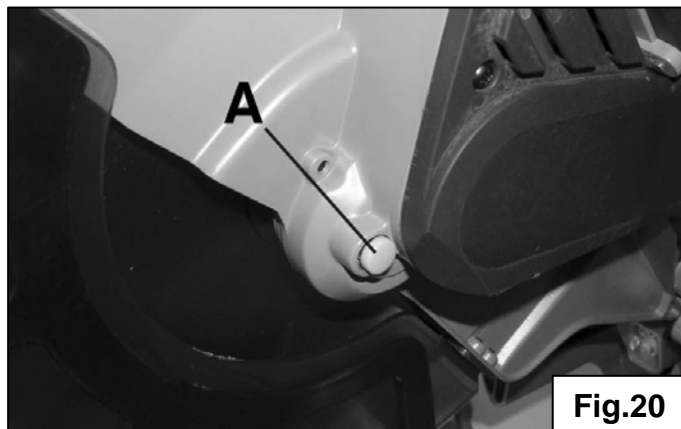

Fig.20
4. Spingete sul pulsante di arresto della lama **(A) Fig.20**, poi ruotate la lama a mano fino a che l'albero si blocchi.